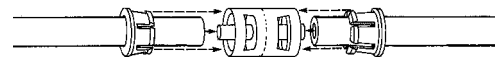

Figure 4-19b. Insérez les extrémités des tubulures
7. Insérez les extrémités des tubulures sur le connecteur (**Figure 4-19b**).